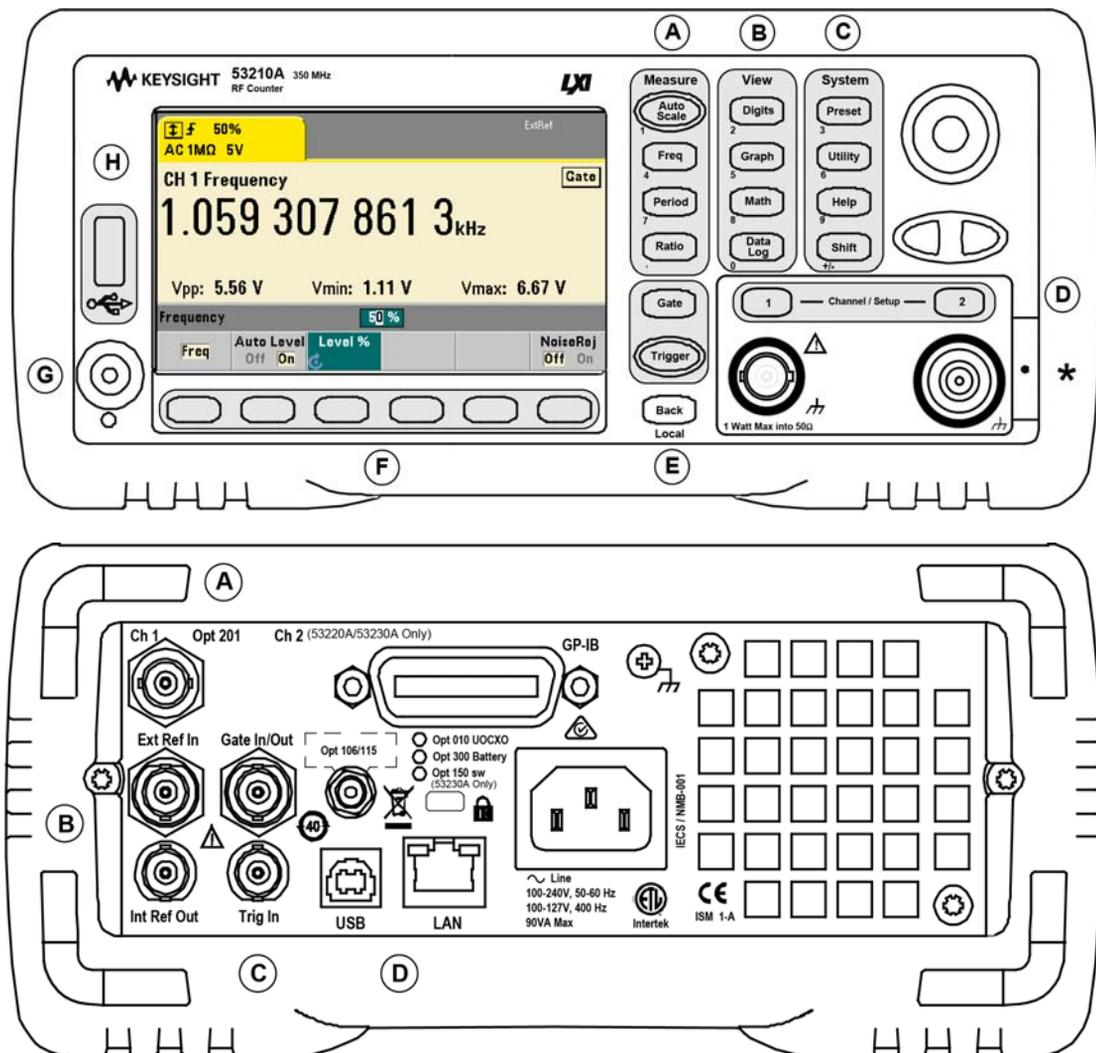

Figure 1-1 Compteur/fréquenceur universel 53210A.
La Figure 1-1 illustre les panneaux avant et arrière du compteur RF Keysight 53210A 350 MHz.
D. Touches Channel : permettent de sélectionner la voie d'entrée et d'afficher le menu des touches de fonction afin de configurer le parcours des signaux d'entrée. Notez que la Figure 1-1 illustre l'option 106 / 115 de la voie 3. La configuration du parcours des signaux est décrite au Chapitre 4
Le panneau arrière du 53210A illustré par la **Figure 1-1** comprend l'option 201 (entrée parallèle du panneau arrière) et l'option 400 de l'interface GPIB. Vous trouverez, ci-dessous, une brève description des bornes du panneau arrière.